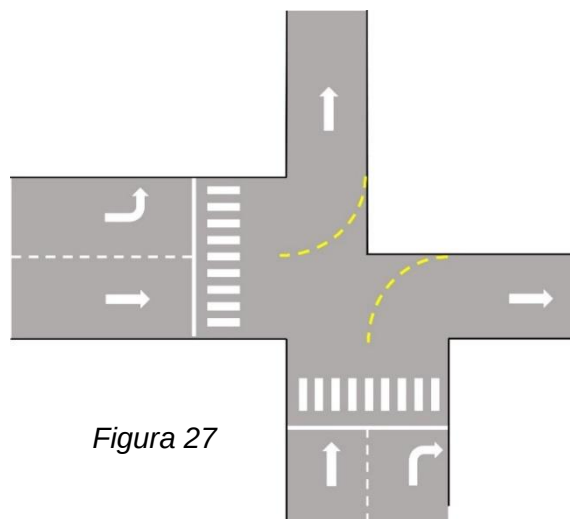

Figura 27
- “Layout a semaforo per il montaggio” **Figura 27**